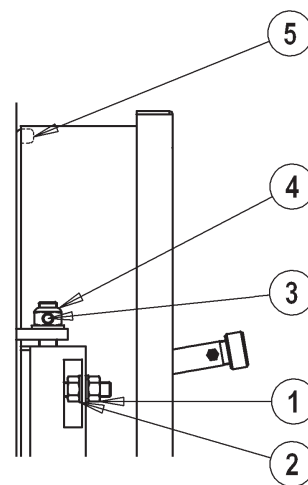

fig. 9
5.6.1 Pour les modèles PREXTHERM RSW 92N+600N (Fig. 9)